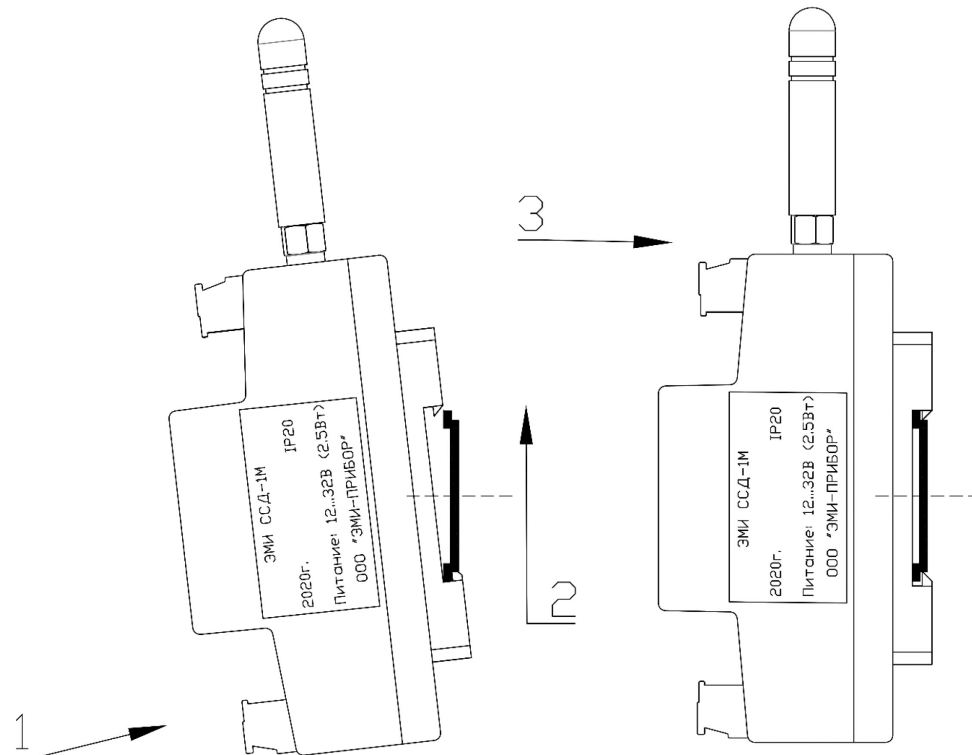

Рисунок 5 – Монтаж ЭМИ ССД-1М на DIN – рейке
- 3) прижать прибор с небольшим усилием в сторону DIN-рейки до фиксации защелки (см. рис.5).